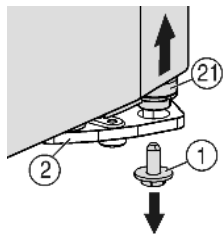
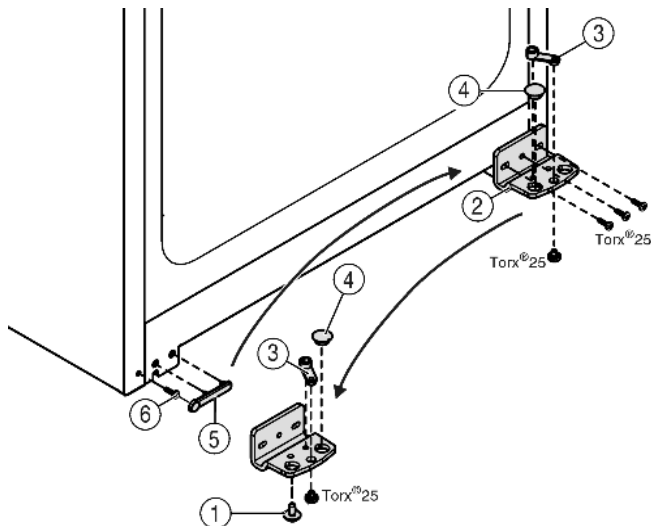

Fig. 5
Fig. 6
- ▶ Внизу справа на опорному кронштейні викрутіть фіксуючий гвинт Fig. 5 (1).
- ▶ Опорний гвинт Fig. 5 (21) можна буде вийняти з опорного кронштейна Fig. 6 (2).
- ▶ Якщо опорний гвинт Fig. 5 (21) не виймається, натисніть на нього знизу.
- ▶ Викрутіть опорну деталь Fig. 6 (2).
- ▶ Відкрутіть опорну деталь Fig. 6 (3) і вставте в протилежний отвір опорного кронштейну, знову пригвинтіть.
- ▶ Вийміть пробку Fig. 6 (4) з опорного кронштейна та переставте її в отвір на протилежному боці опорного кронштейна.
- ▶ Зніміть обережно кришку Fig. 6 (5) з боку ручки.
- ▶ Викрутіть гвинти Fig. 6 (6) і встановіть їх з протилежного боку.
- ▶ Знову вставте кришку Fig. 6 (5).
- ▶ Пригвинтіть опорний кронштейн Fig. 6 (2) на новий бік шарніра (з моментом 4 Нм). За потреби використовуйте пристрій для електричного закручування гвинтів.
- ▶ Вкрутіть фіксуючий гвинт *Fig. 5 (1)* знизу в гвинт і затягніть (з моментом 4 Нм).